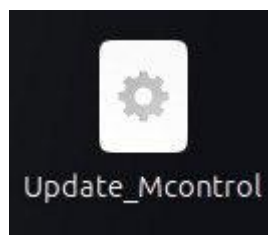

Рисунок II-69 – Файл «Update_Mcontrol»
- 2) Запустите файл «Update_Mcontrol» на рабочем столе (см. Рисунок II-69).